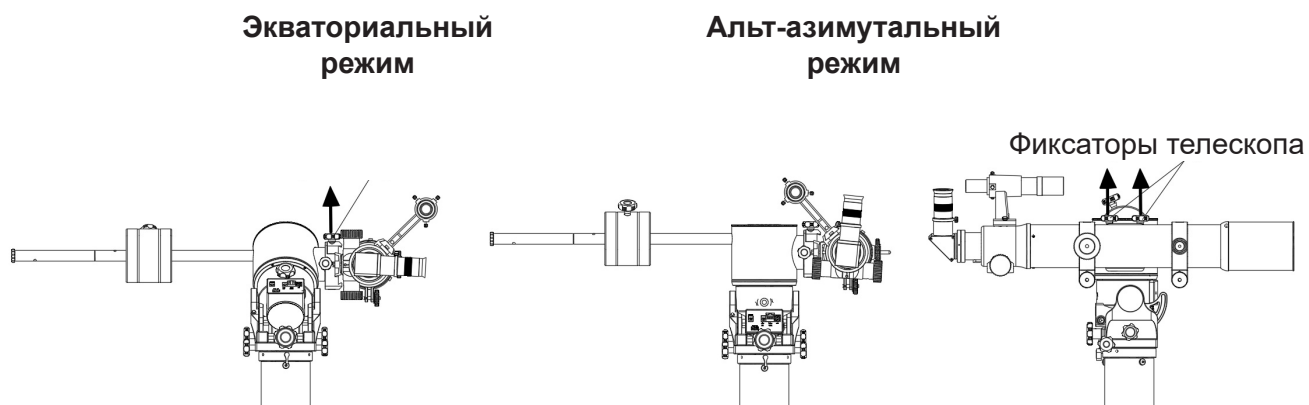

Рис. 10
- Используйте приложение SynScan Pro для поворота двух осей и выравнивания телескопа с помощью фиксаторов на верхней части оптической трубы телескопа (рис. 10).